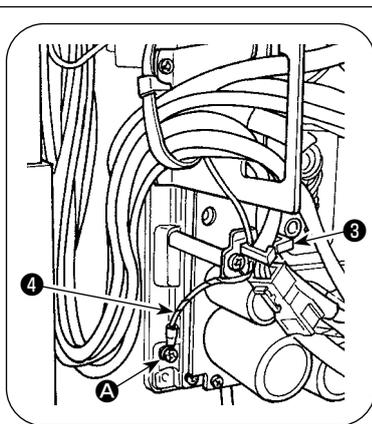

Fig. 2
- 3) Fixer le fil de terre sur ④ la position A de la boîte de commande avec une vis. (Fig. 2)